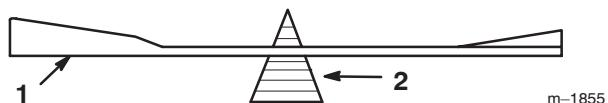
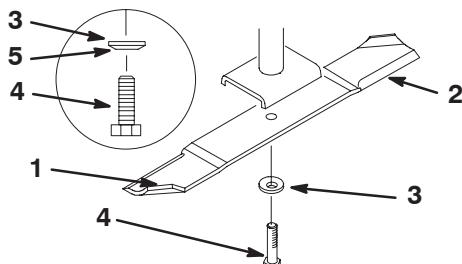

Figure 36
Figure 37
1. Tenez la lame à son extrémité avec un chiffon ou un gant épais. Retirez le boulon, la rondelle élastique et la lame de l'axe de la lame (Fig. 37).
2. Vérifiez l'équilibre de la lame en la plaçant sur un équilibrEUR (Fig. 36). Si la lame reste horizontale, elle est équilibrée et peut être utilisée. Si la lame est déséquilibrée, limez un peu l'extrémité de la partie incurvée seulement (Fig. 37). Répétez la procédure jusqu'à ce que la lame soit équilibrée.
1. Placez la lame sur l'axe (Fig. 37).
2. Installez la rondelle élastique et le boulon de la lame (Fig. 37). **Serrez le boulon de la lame à 115–150 Nm.**